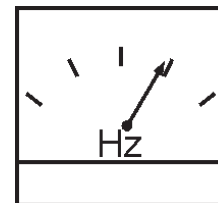

Figure 44. Compteur de Fréquence (Hz)
7. Le compteur de fréquence du générateur (Figure 44) doit afficher la fréquence de sortie du cycle de 60 en **HERTZ**.